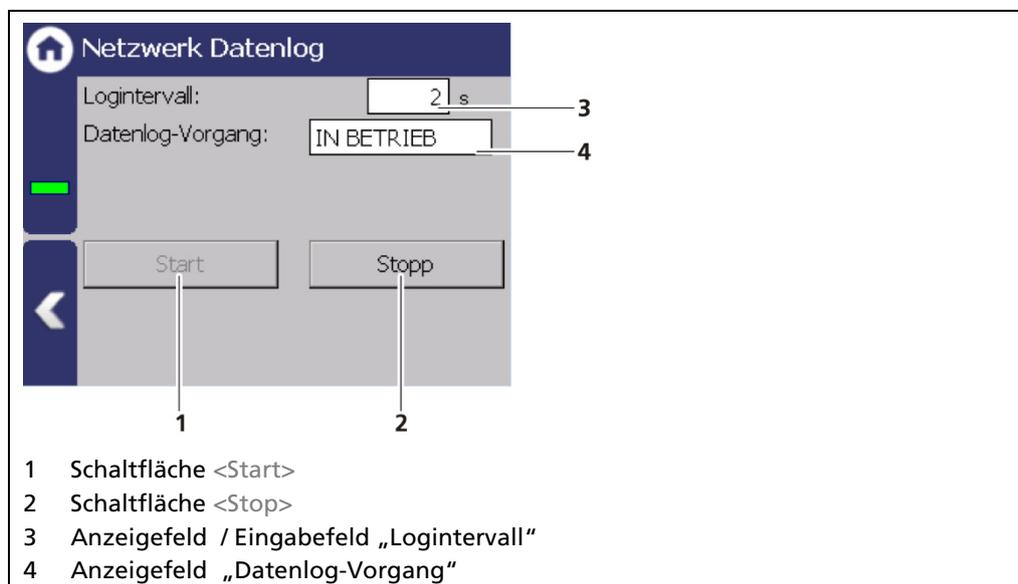

Abb. 143 Netzwerk Datenlog (gestartet)
1. Klicken Sie ggf auf Stopp. Klicken Sie auf das Eingabefeld „Logintervall“ (Abb. 143, Pos.3) und geben Sie ein Intervall ein.
2. Starten Sie den Netzwerk Datenlog mit der Schaltfläche <Start> (Abb. 143, Pos.1).